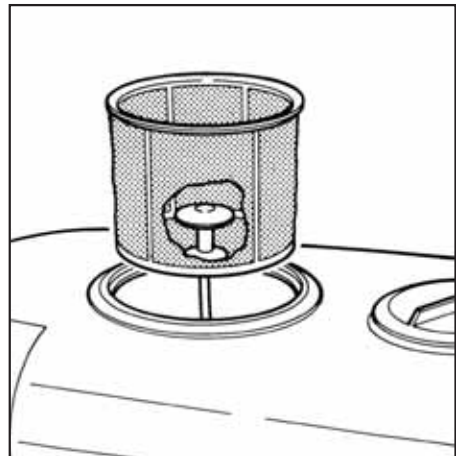

Fig. 16
- aprire il coperchio del premiscelatore e versare il prodotto chimico al suo interno e richiudere il coperchio (Fig. 16).